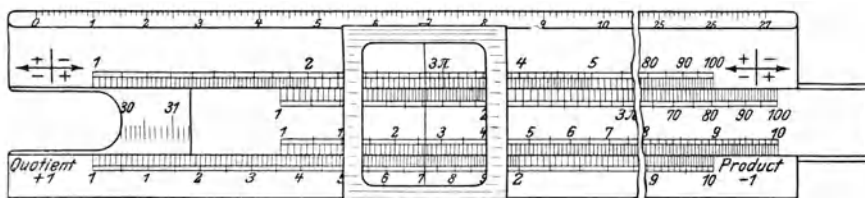

Fig. 6.
c) Der Rechenstab (Fig. 6) hat auf dem festen Rahmen (dem Stabe) und auf dem beweglichen Schieber solche Teilungen und ist außerdem mit einem verschiebbaren Läufer versehen, dessen Marke zur Einstellung beliebiger Zahlen auf der Stabteilung dient.